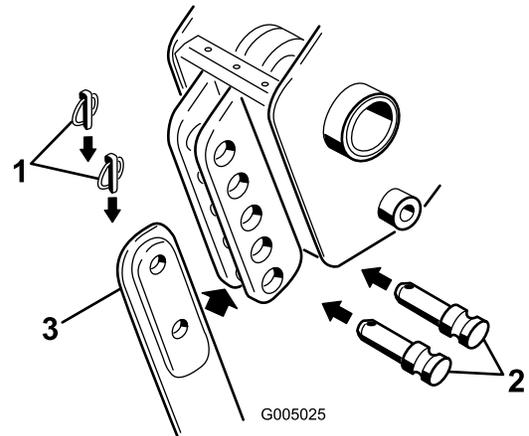

Figure 5
**Remarque:** Pour déposer complètement la lame, retirez les goupilles à anneau et les axes de chape inférieurs et supérieurs ; voir Figure 5.
4. Enlevez les 2 goupilles à anneau des axes de chape dans le support de lame, puis retirez les axes de chape (Figure 5) et la lame existante (si elle est montée).
5. Glissez la nouvelle lame dans le support et fixez-la à la profondeur voulue (choisissez des trous de montage différents pour modifier la profondeur par paliers de 7,6 cm), à l'aide des axes de chape et des goupilles à anneau retirés précédemment (Figure 5).